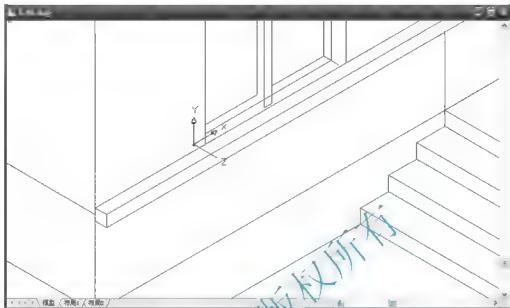

图 6.46 向 X 轴负方向移动 120mm 后的窗台线
(2) 用【移动】命令将窗台线向 X 轴负方向移动 120mm, 结果如图 6.46 所示。